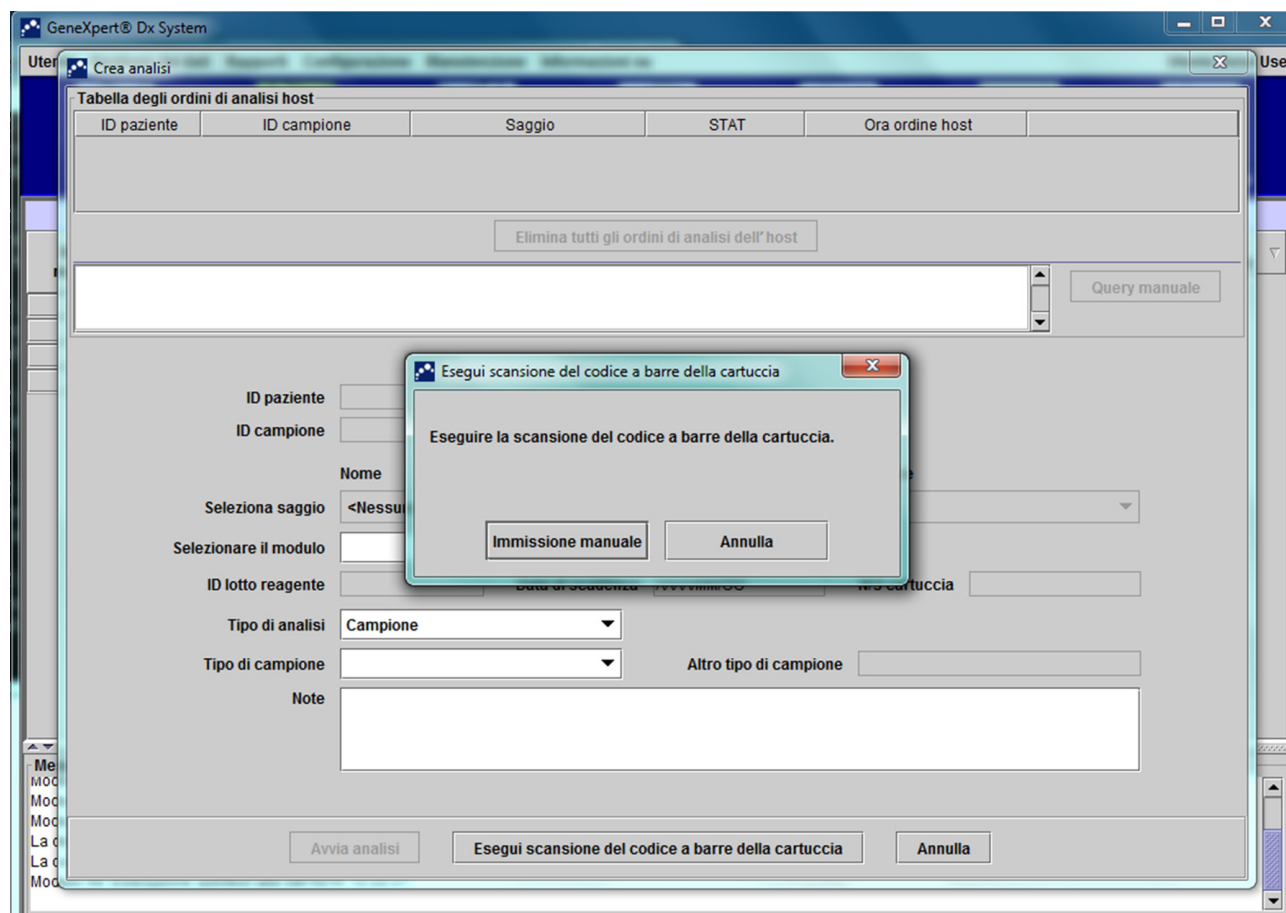

Figura 5-114. Tabella degli ordini di analisi host con sovrapposta la schermata Esegui la scansione del codice a barre della cartuccia
sistema GeneXpert Dx rivolgerà una query al sistema Cepheid Link per verificare l'esistenza dell'ordine nel sistema stesso. Se l'ordine esiste, verrà scaricato in sistema GeneXpert Dx. (Vedere la Figura 5-114.)
- Nella sezione **Tabella degli ordini di analisi host**, (vedere la Figura 5-114), esaminare l'ordine. Se necessario, immettere informazioni o note aggiuntive, quindi selezionare il pulsante **Avvia analisi**. Compare la schermata iniziale di GeneXpert, con un messaggio che chiede di caricare la cartuccia nel modulo evidenziato in verde. Vedere la Figura 5-115.